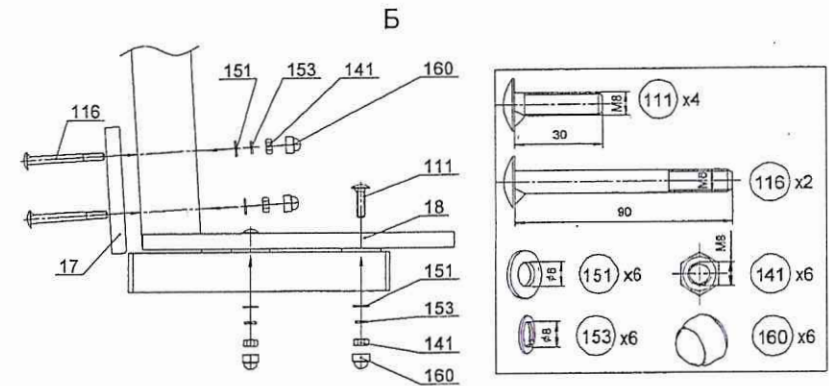

Рис.8
9.3.3.2 Установить и закрепить на шатуне основание поз.18 и борт поз.17 (рис.8).